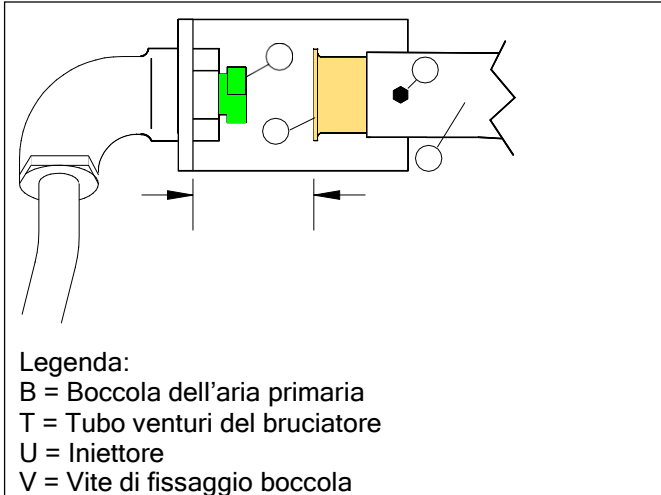

Fig. 7
3.4 Sostituzione dell'iniettore e regolazione dell'aria primaria (Fig. 7)